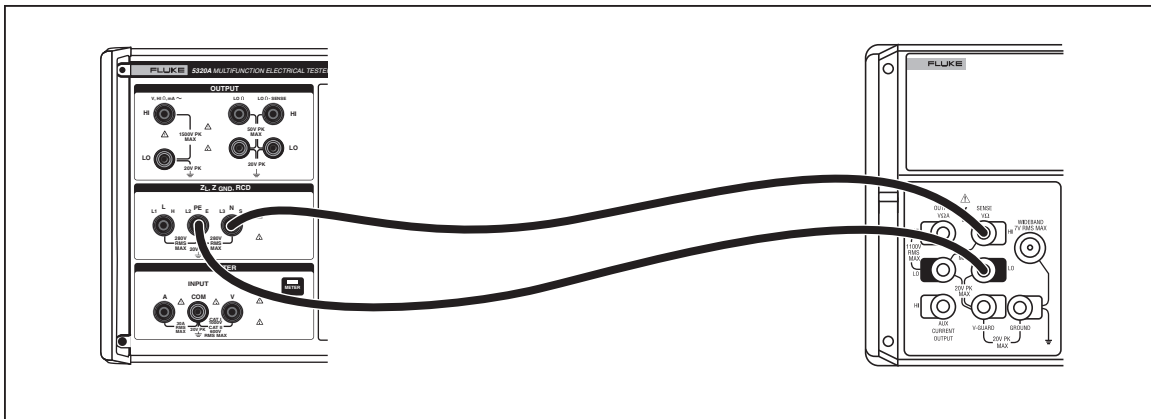

图6-8.RCD跳闸电流校准连接
1. 如图6-8所示，将本校准器连接到多功能校准器。
1. 如图6-8中所示，将本校准器连接到多功能校准器。